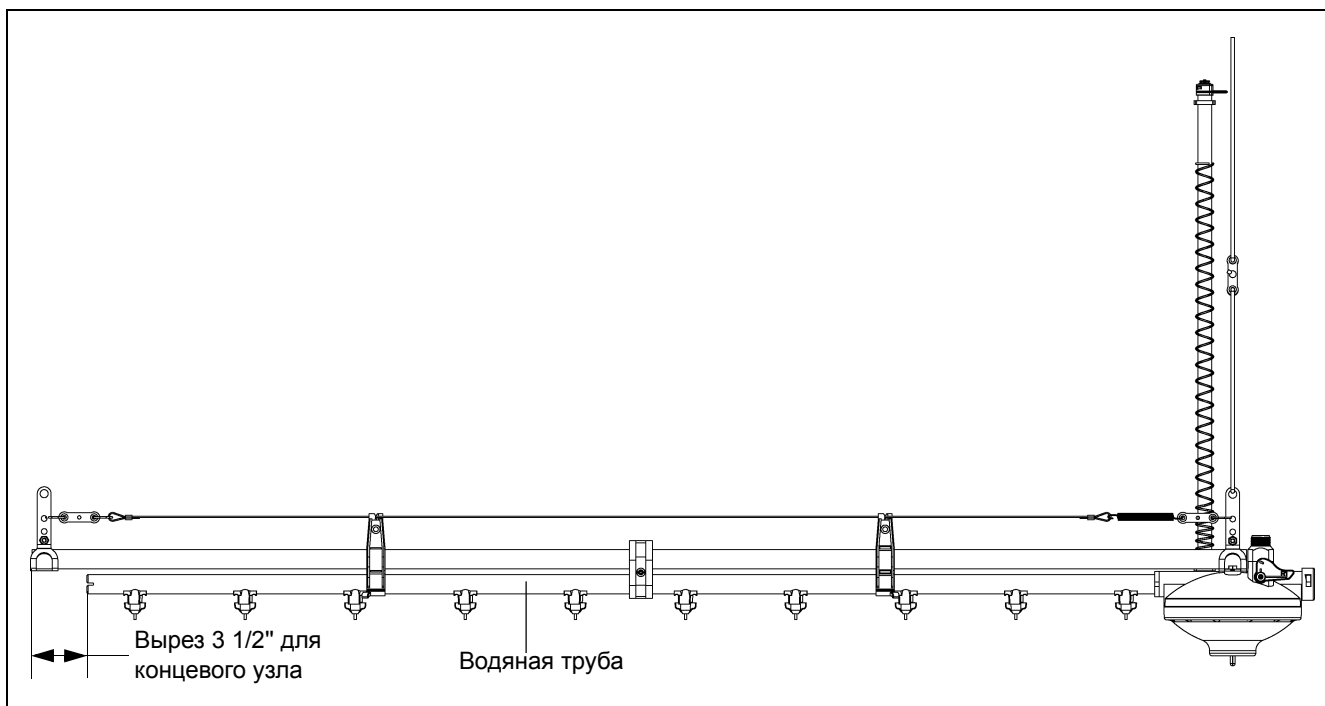

Рисунок 6I
6. Установите последнюю часть водяной трубы и отмерьте назад 3 1/2" от опорной трубы и сделайте отметку на трубе. Снимите трубу и отрежьте по метке. Вновь установите ее. Это обеспечит пространство для концевого узла. (См. Рисунок 6I.)